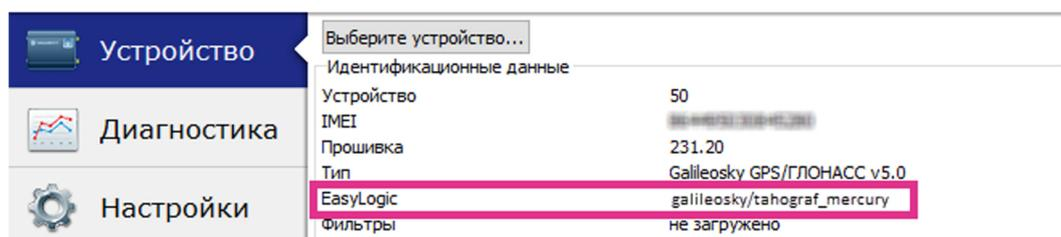

Рис. 8
9. дождитесь подтверждения выполнения команды терминалом, для этого через несколько минут после отправки команды перейдите на вкладку «Устройство» Конфигуратора и убедитесь, что в строке Easy Logic содержится информация об установленном алгоритме (Рис.8);